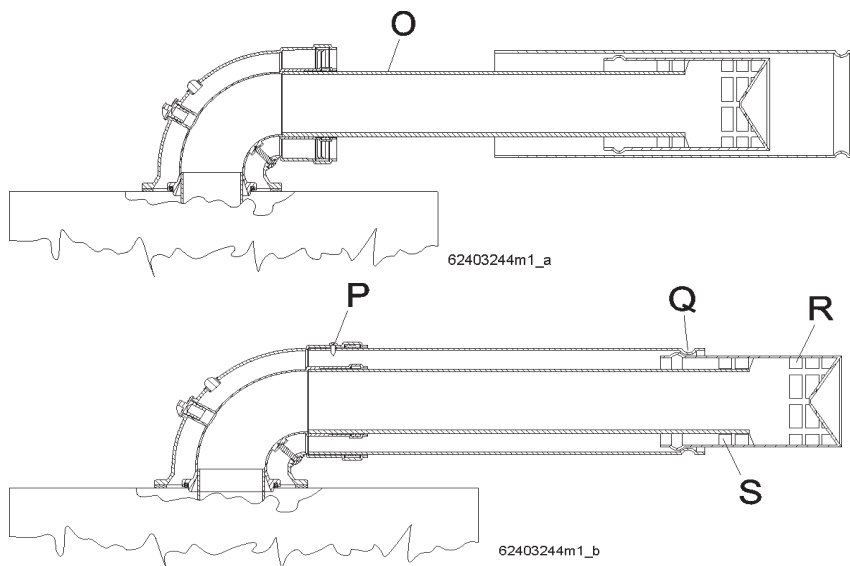

Рисунок 27 - Правильная установка коаксиальных труб
**ВНИМАНИЕ !!!** Очень внимательно производить все фазы установки коаксиального дымохода как изображено на рис. 27 в особенности:
**ВНИМАНИЕ !!!** После проведения вышеописанных работ убедиться, что решетки, стоящие на подачу воздуха "S" и вывода газов "R" выходят из наружного трубопровода и зажимы Q установлены в пазы как на рис. 27